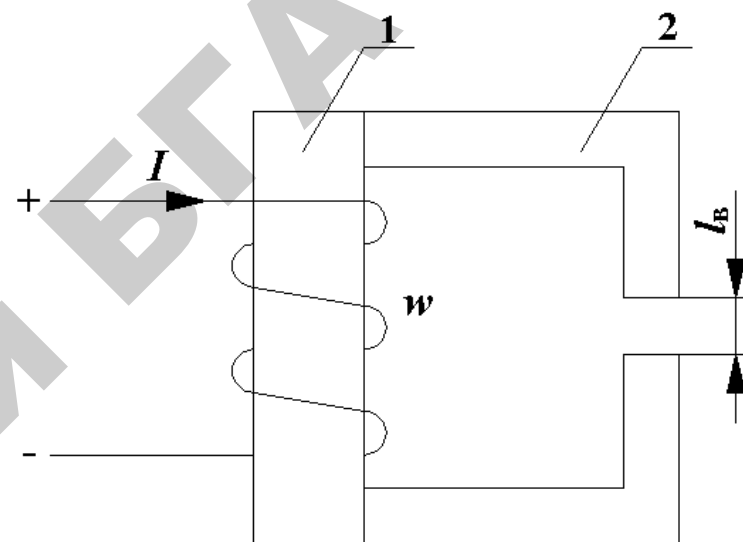

Рис. 3.5
3.4.3. Магнитопровод катушки состоит из двух различных по сечению участков 1 и 2 и воздушного зазора  $l_B$  (рис. 3.5).